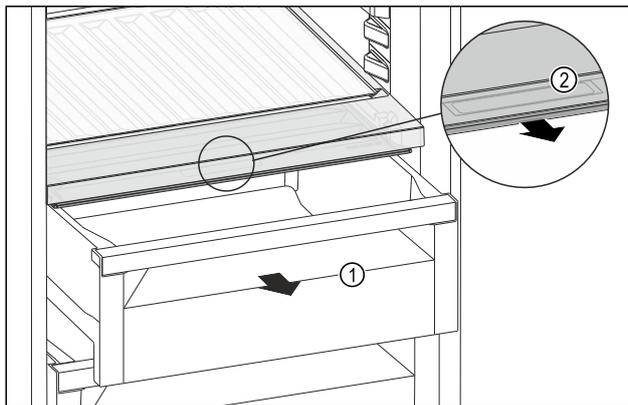

Fig. 107
- ▶ Extraer el compartimento Fig. 107 (1).
- ▶ Agarrar el tirador empotrado Fig. 107 (2) en la tapa del compartimento y tirar de la tapa del compartimento hacia delante al mismo tiempo.